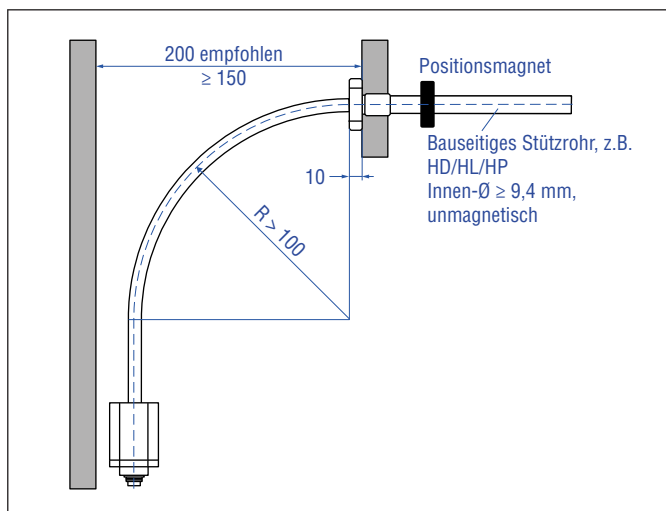

Abb. 19: Abstände für die Montage und Handhabung
3. Halten Sie bei der Montage/Demontage des Sensors einen Mindestabstand von 150 mm zu einer räumlichen Begrenzung ein. Der empfohlene Abstand beträgt 200 mm (Abb. 19).